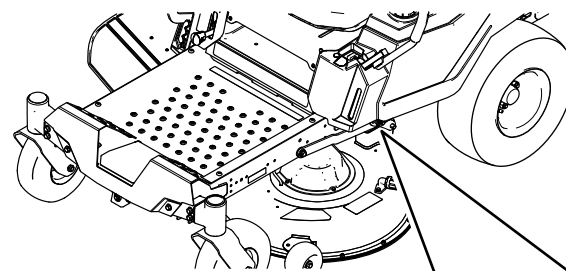

Figura 77
7. Num lado da máquina, remova a anilha e o perno de gancho do pino da plataforma (Figura 77).
8. Remova o braço de elevação do pino da plataforma (Figura 77).
5. Num lado da máquina, eleve a traseira da plataforma do cortador e eleve o braço de elevação para o pino da plataforma (Figura 77).
6. Instale o braço de elevação utilizando a anilha e o perno de gancho Figura 77).